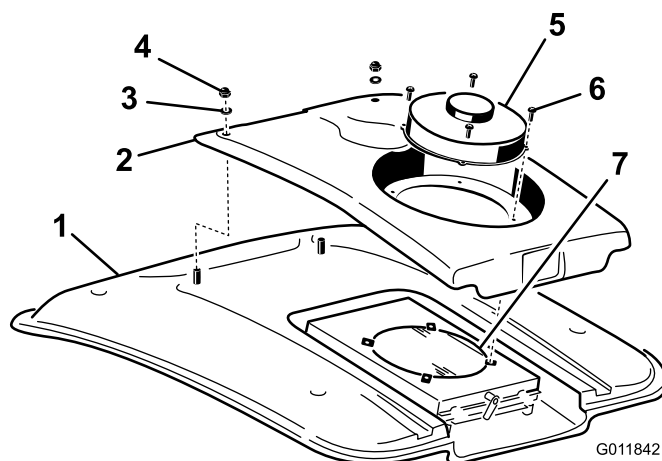

Figure 91
2. Retirez les (4) vis qui fixent le ventilateur et le couvercle du condenseur au support du ventilateur (Figure 91).
4. Retirez les deux écrous et rondelles qui fixent l'avant du couvercle du condenseur au toit de la cabine (Figure 91).
8. Nettoyez soigneusement le condenseur à l'air comprimé (Figure 91).